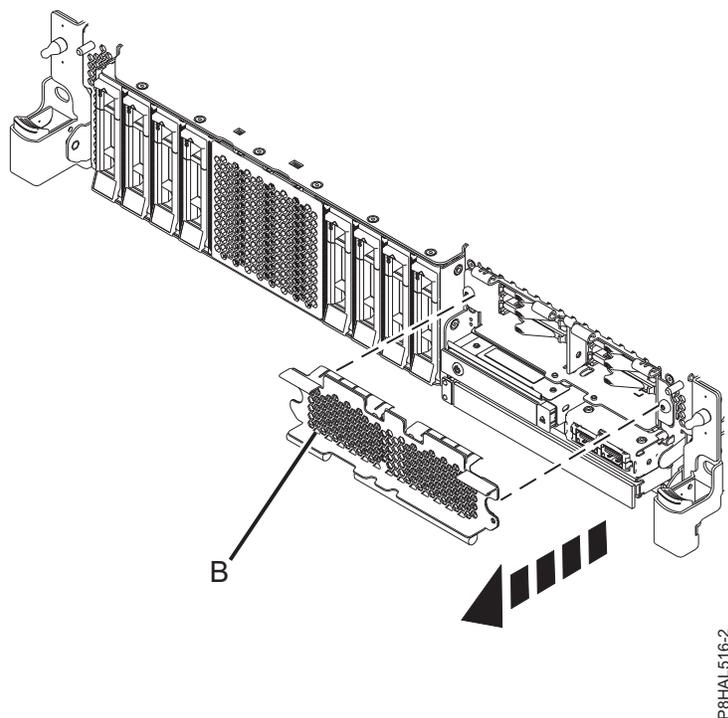

図 15. 拡張機能 システム内の SSD スロットにアクセスするための SSD ケージ・カバーの取り外し
14. SSDスロットにアクセスするために、図15に示すようにSSDケージを覆っている穴開きプレート(B)を取り外します。